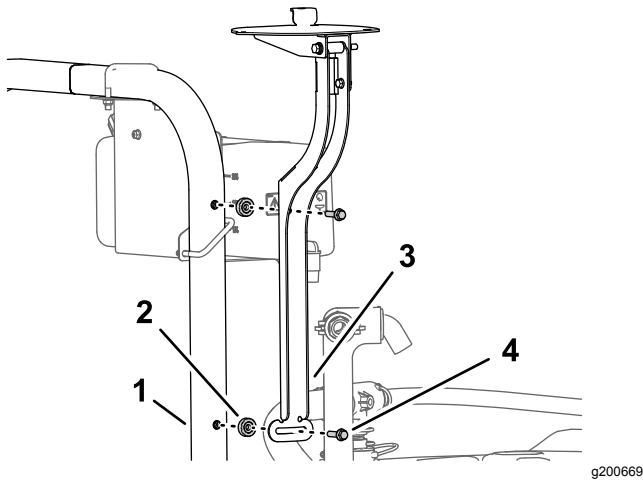

Figura 154
1. Instale a montagem do recetor e o espaçador (3/8 x 7/16 pol.) na barra de segurança com o parafuso de cabeça flangeada (3/8 x 1-1/2 pol.) como se mostra na Figura 154.